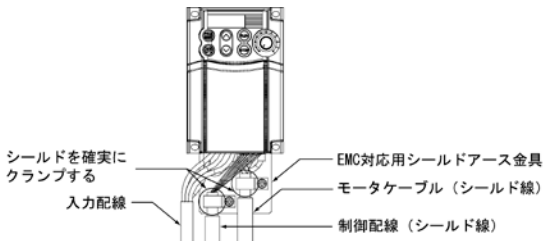

図 11.2 シールドの接続方法
- 2) モータケーブルはシールド線を使用し、極力短くしてください。シールドは EMC 対応用シールドアース金具にしっかりとクランプして接地してください。また、シールドはモータの接地端子と電気的に接続してください。（図 11.2 参照）